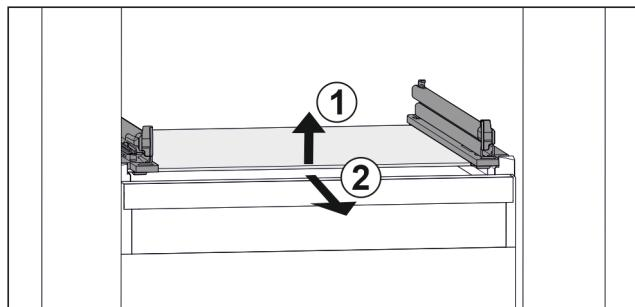

Fig. 36 Príklad zobrazenia sklenej dosky
- ▶ Nadvihnite sklenenú dosku vpred. Fig. 36 (1)
- ▶ Odoberte sklenenú dosku dopredu. Fig. 36 (2)